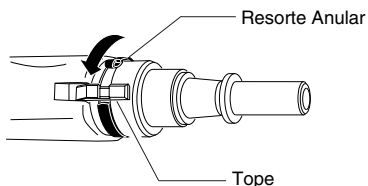

Figura 26 - Giro del resorte anular para asegurar el tope
7. Gire el resorte anular hasta que cubra el tope (vea la Figura 26).